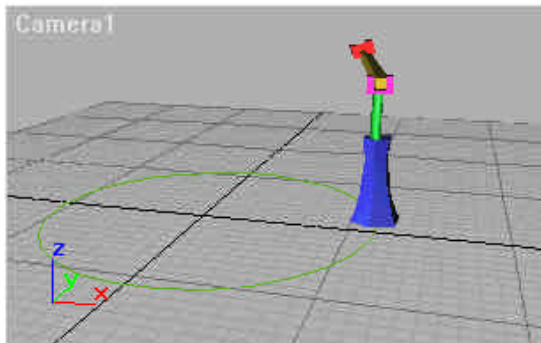

图11-17 第185帧时机械手的状态
8) 移动时间滑块到第 185 帧, 单击主工具栏的 Select and Move 按钮, 将机械臂上的水平长轴缩短。单击主工具栏的 Select and Rotate 按钮, 将 U 形支架转轴旋转 90° , 如图 11-17 所示。